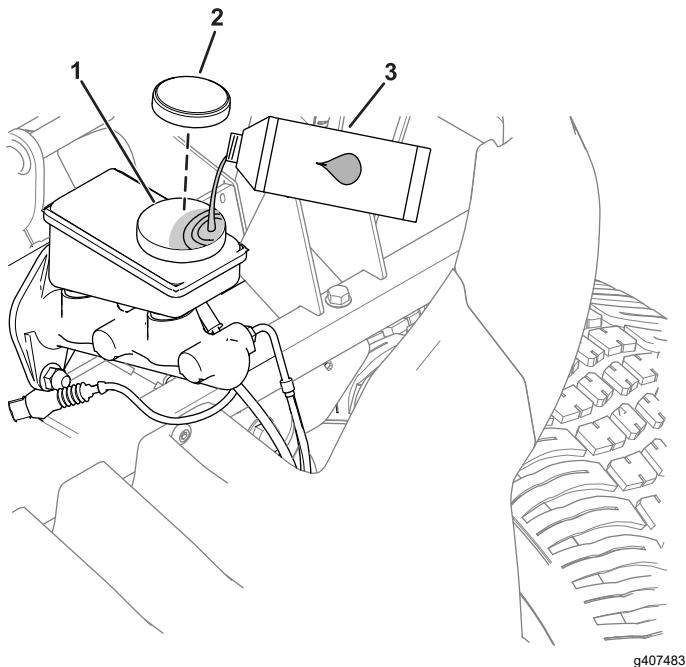

Figura 44
- A. Limpe a zona em redor da tampa do reservatório e retire-a (Figura 44).
- C. Coloque a tampa do reservatório (Figura 44).